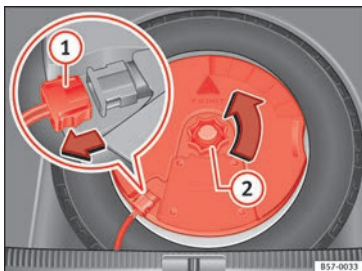

Fig. 249 Na bagageira: desmontar o subwoofer.
- Desligue o cabo do altifalante *subwoofer* »» **Fig. 249 1**.